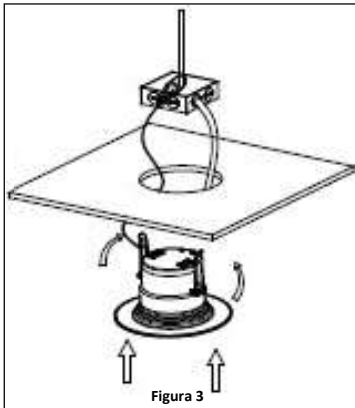

Figura 3
5. Empuja hacia arriba y mantén las presillas de resorte contra la lámpara. Guía con cuidado hacia el techo hasta que los sujetadores entren en el orificio. Mete el cable sobrante en el techo y asegúrate de no pellizcar ni crimpar el cable. **Ver Figura 3.**